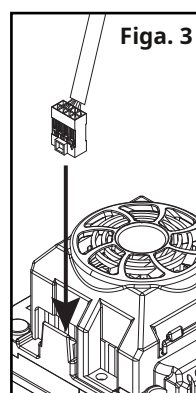

Fig. 3
3. Podłącz 8-stykowe złącze wysokonapięciowego wzmacniacza mocy do portu akcesoriów w ESC; **zwróć uwagę na orientację złącza** (Fig. 3). Wzmacniacz i światła włączą się, gdy ESC zostanie włączony.